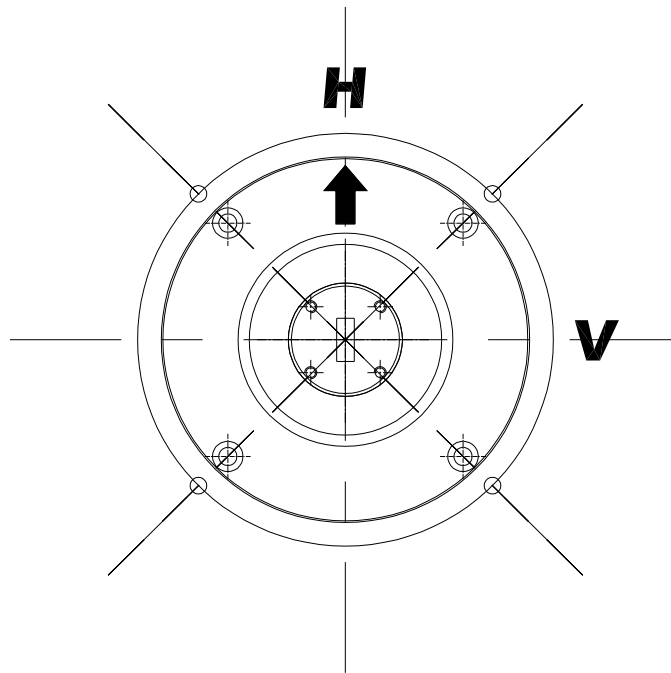

FIGURA 03 – Ajuste da polarização
- d) Para a polarização do alimentador observar na figura 03 os seguintes detalhes, tomando como referência a vista de trás da antena: **Polarização Horizontal** – retirar os parafusos utilizando uma chave Allen 3mm (parafusos cabeça cilíndrica com sextavado interno - Allen - M4). Rodar o alimentador até que a seta de indicação aponte para a letra “H” colada no refletor. **É importante observar que o furo de respiro do alimentador esteja voltado para baixo.** Em seguida, recoloque e aperte os parafusos. **Polarização Vertical** – proceder da mesma forma, somente posicionando a seta na letra “V”.